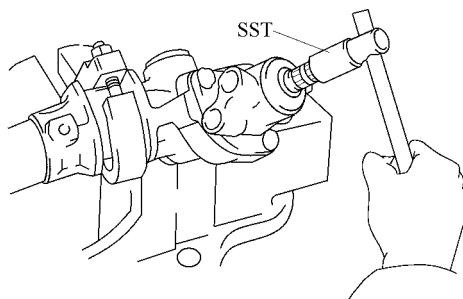

图 16-75 用转向机壳大修工具旋松弹簧帽
2) 使用转向蜗杆轴承调整套筒左右转动控制阀轴 1 至 2 次，再使用转向机壳大修工具旋松弹簧帽，直至齿条导套的压缩弹簧不起作用为止，如图 16-75 所示。